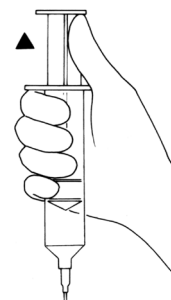

Figura 4-4a. aspire el aire
5. aspire el aire que queda en el manguito hasta que note una ligera resistencia en el émbolo. (Figura 4-4a)